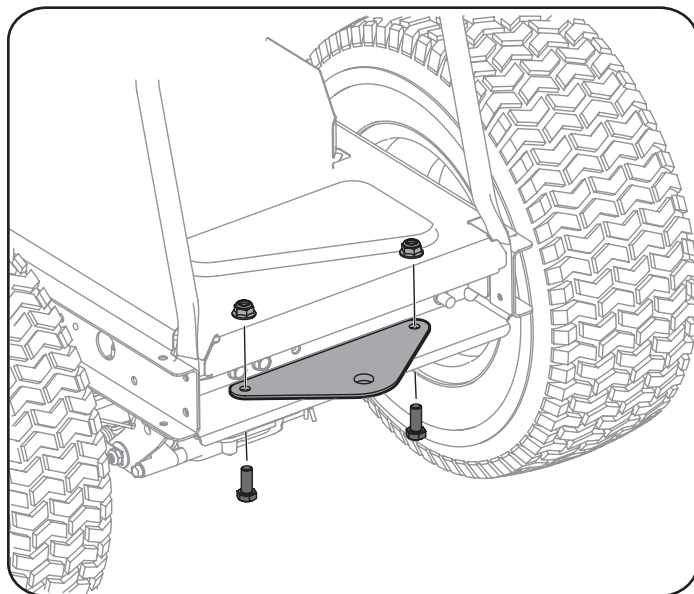

Figura 13
2. Ubique la placa de enganche, embalada con sus piezas sueltas, con el lado plano hacia arriba como se indica en la Figura 13. Sujétela con los dos pernos y las tuercas hexagonales que extrajo antes.